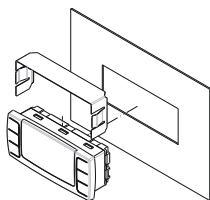

Рисунок 1a
**Клавиатура CX660** должна монтироваться на вертикальной панели в вырез 29x71мм и закрепляться, используя поставляемые специальные держатели как показано на Рис. 1a/1b. Диапазон температур, разрешенных для правильной эксплуатации 0-60°C. Избегайте мест, подверженных сильной вибрации, с присутствием агрессивных газов, чрезмерной запыленностью или влажностью. Те же рекомендации применяйте и к датчикам. Позвольте воздуху циркулировать через отверстия для охлаждения.